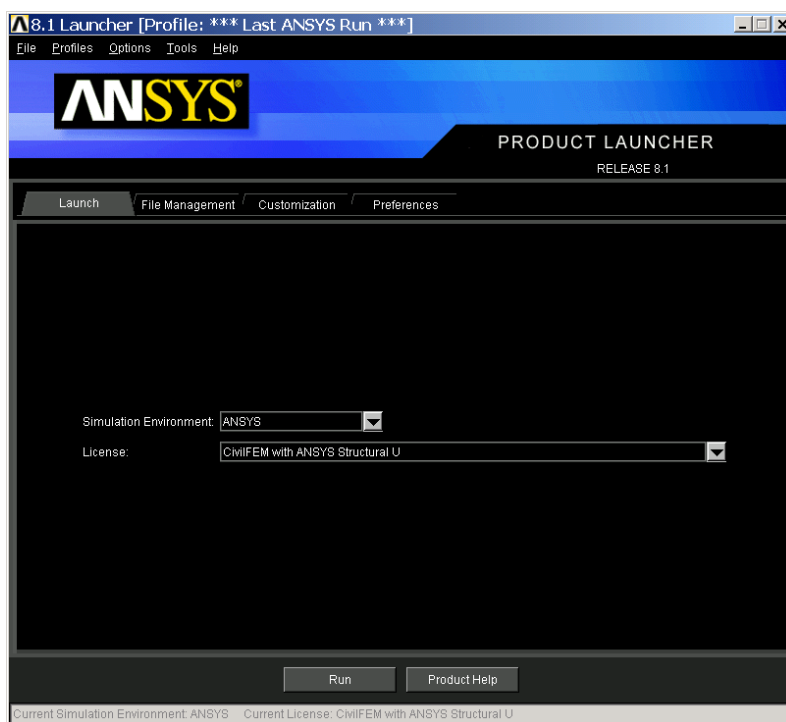

图1.2 ANSYS启动交互界面
(2) 弹出启动交互式界面，如图 1.2 所示。可以看到界面上有四个标签，分别为【Launch】、【File Management】、【Customization】和【Preference】。按如下步骤进行设置：
(3) 设置完后，单击图 1.2 上的【RUN】按钮，即可打开 ANSYS 程序主界面。